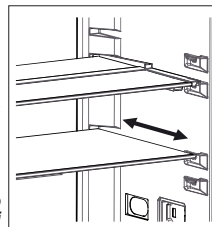

Рисунок 1
- Щоб перевести полицю у початкове положення, потягніть її до себе (рис. 1).